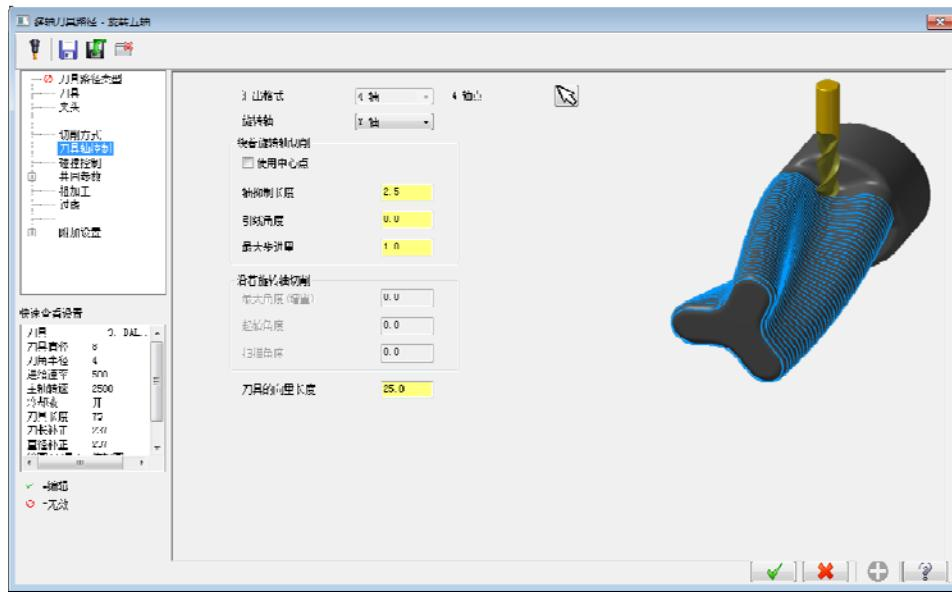

图 11-39 设置第四轴
- 06 设置第四轴。在“多轴刀具路径”对话框中选择“刀具轴控制”选项，系统默认“汇出格式”为 4 轴，在“旋转轴”下拉列表中选择“Y 轴”，如图 11-39 所示。